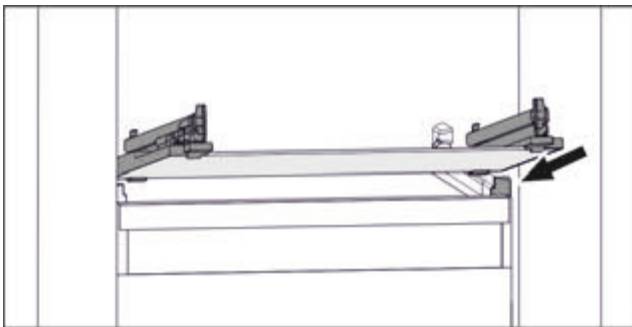

Fig. 95 Приблизне відображення скляної пластини
- ▶ Встановити скляну пластину за стопорами навкосою. (див. Fig. 95)